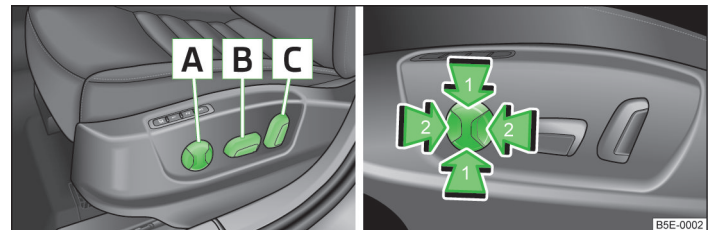
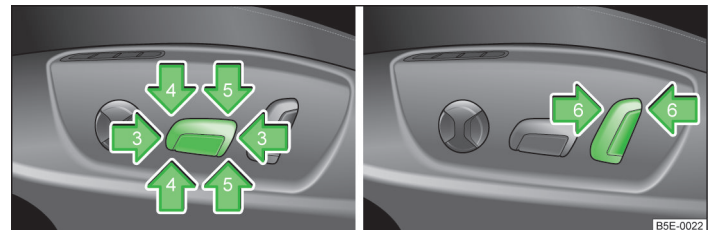

Abb. 49 Bedienelemente / Lendenwirbelstütze einstellen
Abb. 50 Einstellung: Sitzfläche / Sitzlehne
- Den Schalter **B** » Abb. 49 in Richtung eines der Pfeile 3 » Abb. 50 drücken.
- Den Schalter **B** » Abb. 49 in Richtung eines der Pfeile 5 » Abb. 50 drücken.
- Den Schalter **B** » Abb. 49 in Richtung eines der Pfeile 4 » Abb. 50 drücken.
- Den Schalter **C** » Abb. 49 in Richtung eines der Pfeile 6 » Abb. 50 drücken.
› Den Schalter **A** im Bereich eines der Pfeile **2** » Abb. 49 drücken.
› Den Schalter **A** im Bereich eines der Pfeile **1** » Abb. 49 drücken.